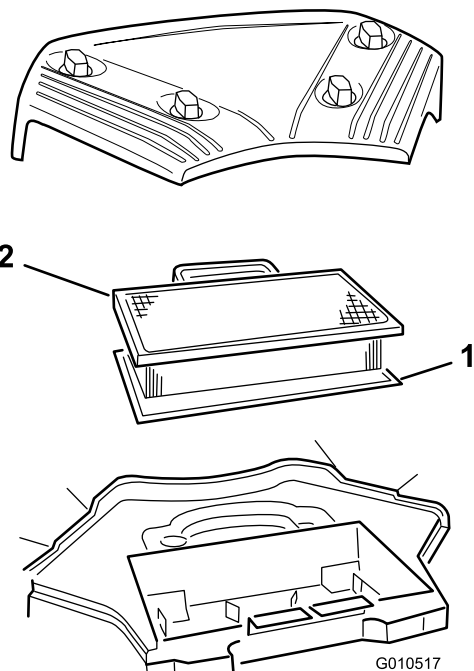

Figura 22
1. Manopola (4)
3. Togliete la cartuccia di carta e l'elemento in schiuma sintetica (Figura 22).